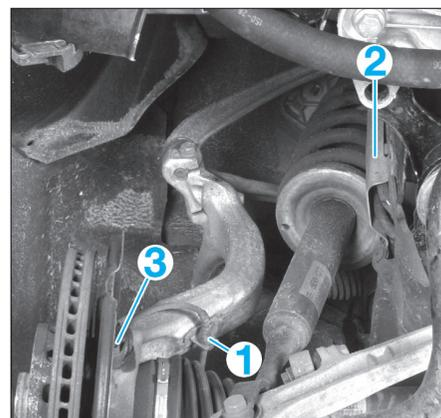

Fig. 13
- Dégager le faisceau de la patte (1) (Fig.13).